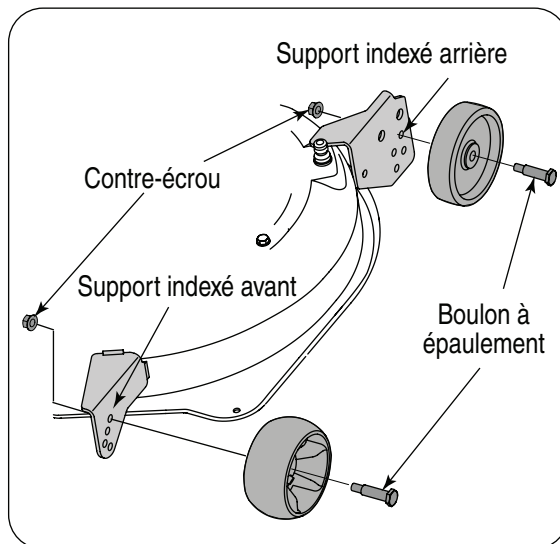

Figure 12
Positionnez la roue à billes pour l'aligner avec l'un des quatre trous d'indexage qui place la roue entre 1/4 et 1/2 po au-dessus du sol. Attachez la roue à billes sur le support indexé avec le boulon à épaulement. Notez le trou d'indexage utilisé et attachez l'autre roue à billes à la même position. Voir la Figure 12.
- Il est nécessaire, sur les plateaux de coupe de 50 po seulement, de retirer le boulon à épaulement qui maintient une roue de guidage arrière sur le support indexé arrière. Positionnez la roue pour l'aligner avec l'un des quatre trous d'indexage qui place la roue entre 1/4 et 1/2 po au-dessus du sol. Attachez la roue à billes avec le boulon à épaulement. Ajustez l'autre roue de guidage arrière à la même position sur l'autre support indexé arrière. Voir la Figure 12.